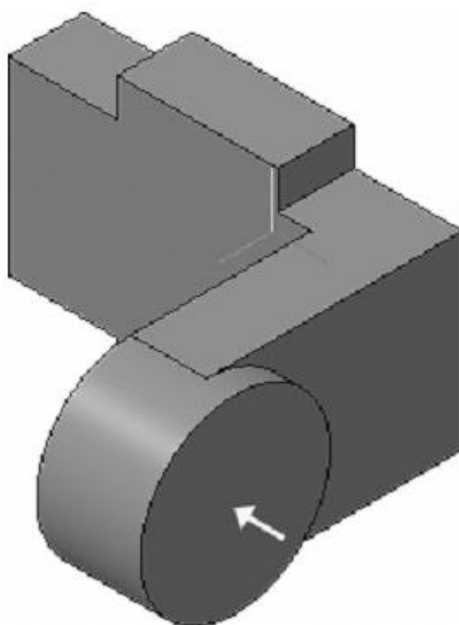

Рисунок 23.
7. Нажмите кнопку **Создать объект** на **Панели специального управления** (рис. 23).